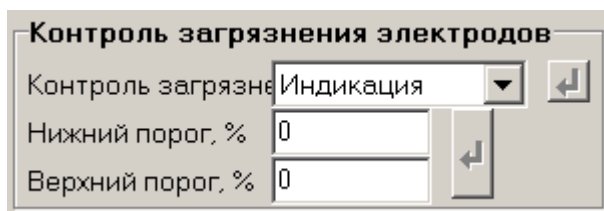

Рис.29. Настройки НС «Загрязнение электродов».
5.5. Установочные параметры для НС **Загрязнение электродов** (вкладка **Настройки** основного окна программы «Монитор» в группе **Контроль загрязнения** (рис.29).